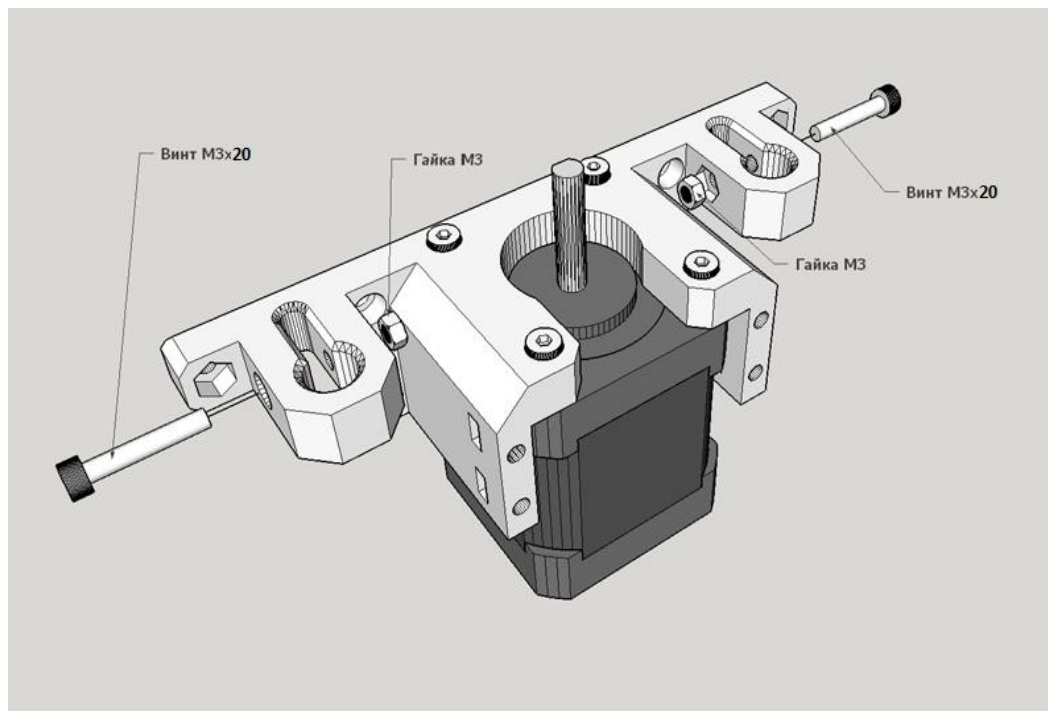

Рисунок 2.2 Ось Z. Установка винтов фиксации направляющих М8.
2.2 Установите Винты М3х20 (Винты фиксации направляющих М8) в деталь X1, как показано на рис.2.2